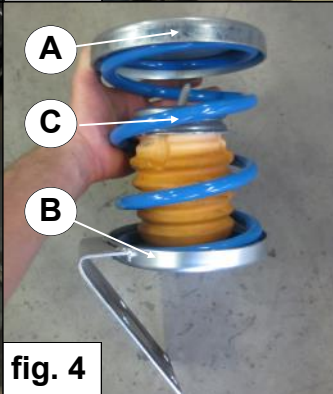

fig. 4
3. Plaats de buffer (1) en de losse houder (2) in de hulpveer C en voorziet de hulpveer C van de veerschotels A en B. Zie fig. 4.
3. Place the bump stop (1) and the loose holder (2) into the spring C and place upper bracket A and lower bracket B onto the spring C. Fig. 4.
3. Platzieren Sie den Puffer (1) und Halter (2) in der Hilfsfeder C und setzen obere Teller A und untere Teller B auf Hilfsfeder C. Siehe Fig. 4.
3. Placez la butée (1) et le support de butée (2) dans le ressort auxiliaire C et placer la coupelle supérieure A et la coupelle inférieure B sur et sous le ressort auxiliaire C. Voir fig. 4.